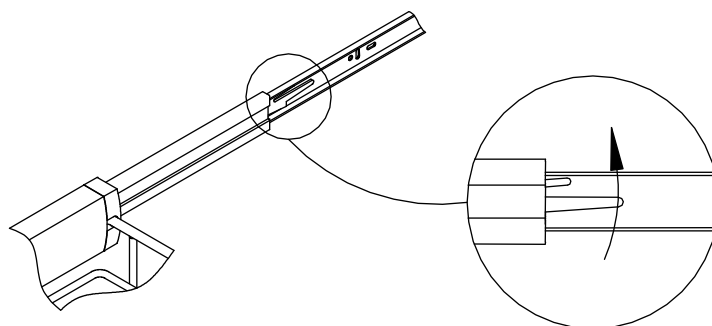

Рис. 4
- освободить защелки безопасности путем нажатия рычага (Рис. 4) (в правой части корзины нажмите на рычаг, в левой части ящика потянуть рычаг вверх),
- с помощью винтов 3,5x16 мм прикрутить два шага в соответствии с размерами, указанными на Рис. 4 .